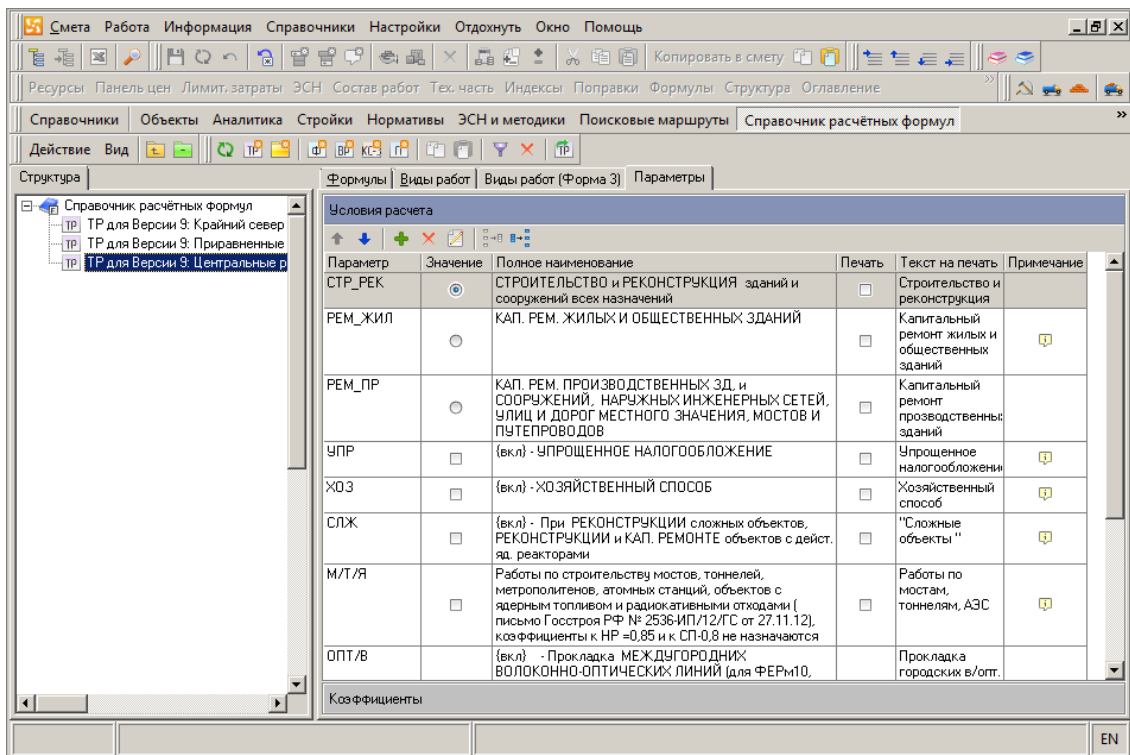

Рис. 3. Справочник расчетных формул. Параметры.
• **Параметры** - перечень параметров - числовых коэффициентов, учитывающих условия производства работ, которые будут использованы при расчете сметы (см. рис. 3).